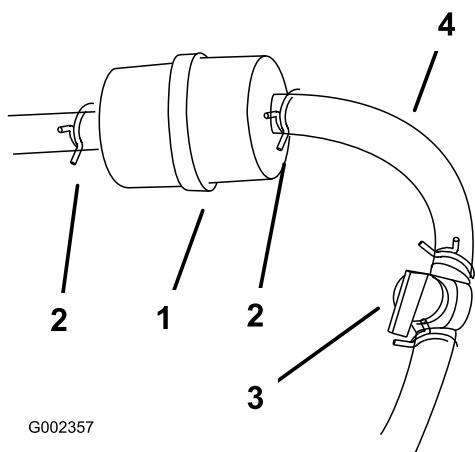

Figure 38
4. Fermez le robinet d'arrivée de carburant (Figure 38).
5. Pincez les extrémités des colliers et faites glisser ceux-ci pour les éloigner du filtre (Figure 38).
7. Posez un filtre neuf et rapprochez les colliers de fixation du filtre (Figure 38).
3. Fermez le robinet d'arrivée de carburant (Figure 38).
4. Desserrez le collier de serrage au niveau du filtre à carburant et éloignez-le du filtre en le poussant le long de la conduite d'alimentation (Figure 38).
5. Débranchez les conduites d'alimentation du filtre à carburant (Figure 38).
**Remarque:** Laissez l'essence s'écouler dans un bidon ou un bac de vidange (Figure 38).
7. Raccordez la conduite d'alimentation au filtre. Rapprochez le collier de serrage du filtre pour fixer la conduite d'alimentation (Figure 38).